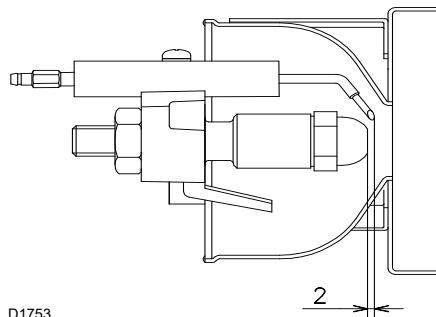

Fig. 13
- Controleer of de ontstekingselektroden gepositioneerd zijn zoals wordt aangeduid in Fig. 13.